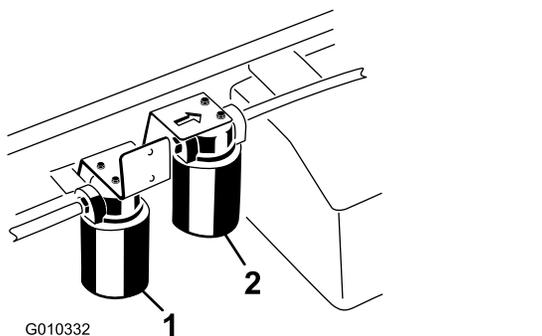

Рисунок 74
3. Поместите поддон под фильтр, а затем снимите фильтр (**Рисунок 74**).
1. Очистите зону вокруг места крепления фильтра повышенной пропускной способности (Рисунок 74).